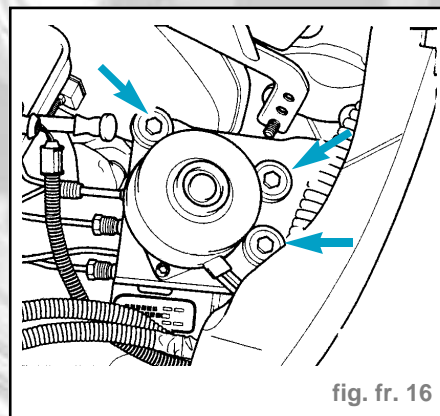

fig. fr. 16
- Dévisser les vis du support de l'unité hydraulique (fig. fr. 16).